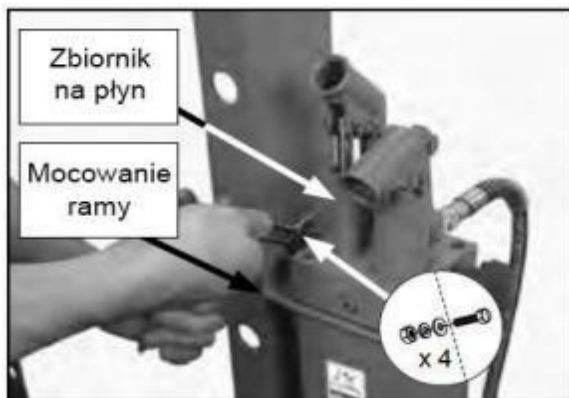

Fig. 4
6. Fixați rezervorul de lichid pe grinda dreaptă (Fig. 4) folosind 2 șuruburi M10, șaibe plate de 10 mm, șaibe de 10 mm și piulițe M10.